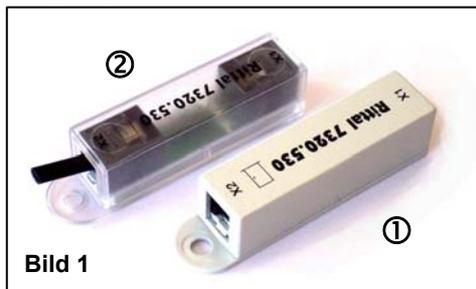
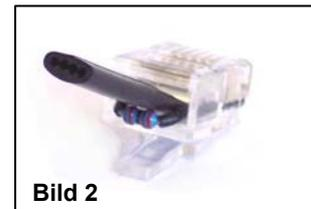

Bild 1
Bild 2
Ein Eingang „Türschalter“ (5) ist ausgelegt für das Modell Rittal 7320.530 (siehe Bild 1). Als Abschluss ist ein RJ12 Stecker mit einem Widerstand vorgesehen (siehe Bild 2).
Bei Türkontakten in altem Design (Bild 1, ①) wird dem Abschlusswiderstand von 22kΩ am Ausgang des
Bei Türkontakten in neuem Design (Bild 1, ②) wird ein Abschlusswiderstand von 1kΩ am Ausgang X2 des letzten Schalters gesteckt. Sind alle Türen geschlossen, ist in normalem Betrieb nur der 1kΩ Abschlusswiderstand im Überwachungskreis. Mit jeder Tür, die geöffnet wird, wird parallel zum 1kΩ Widerstand ein 22kΩ Widerstand geschaltet.